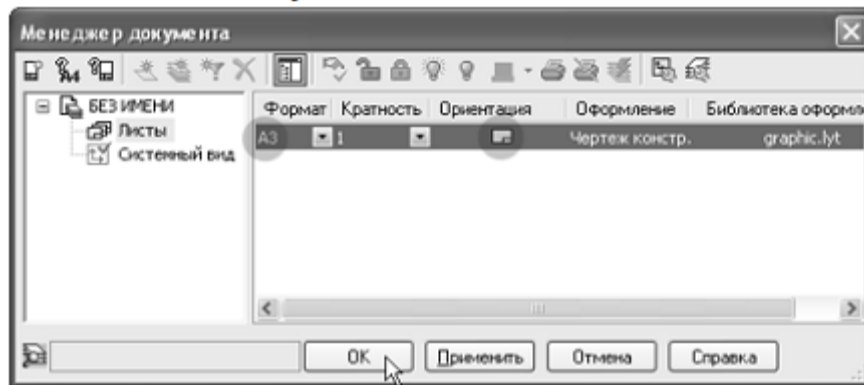

Рисунок 63.
8. Нажмите кнопку Показать все на панели Вид (рис. 63).